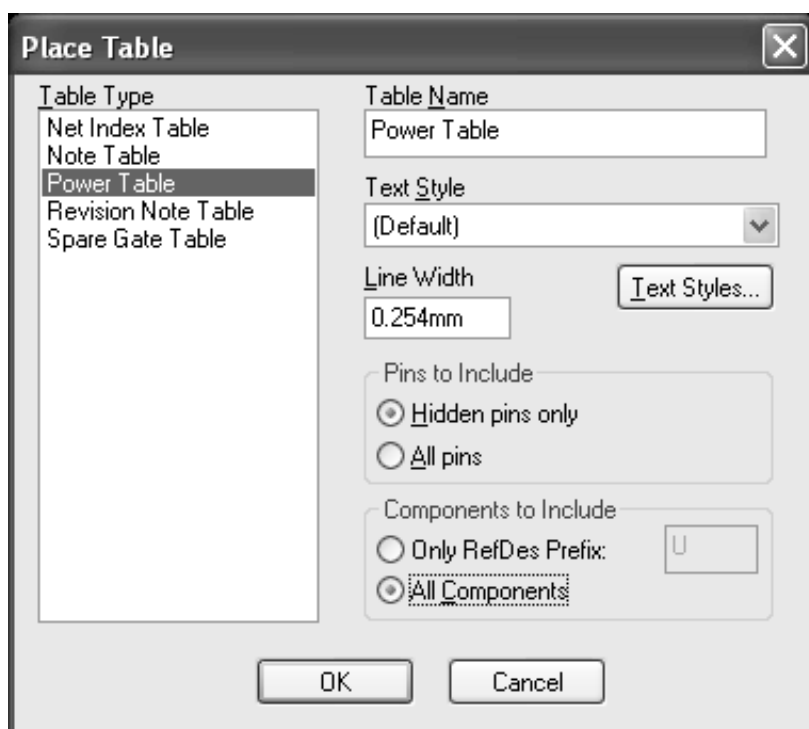

Рис.4.5. Размещение таблицы выводов питания
- 10) Для всех РЭК надо вывести номера выводов подключенных к питанию (в виде таблицы), для этого используется команда Place Table на панели документов (при необходимости включить видимость панели документов – DocTool Toolbar). В окне Place Table (рис.4.5.) указать: Table Type – Power Table, в зоне Pins to Include отметить Hidden pins only, в зоне Component to Include выбрать All Components, нажать OK.